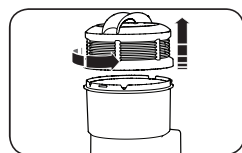

Fig. 5
1. Pour accéder au filtre, retirez l'assemblage du filtre en enlevant le couvercle protecteur du réservoir à poussières. Tournez le couvercle dans le sens opposé des aiguilles d'une montre jusqu'à ce que vous entendiez un clic d'enclenchement (Fig. 5).